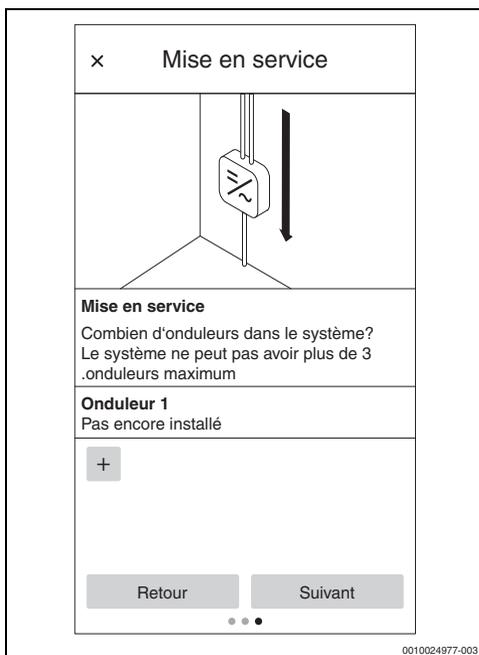

Fig. 24 Indiquer le nombre d'onduleurs
3. Si besoin, ajouter un onduleur supplémentaire en appuyant sur **+** (→ Figure 24).